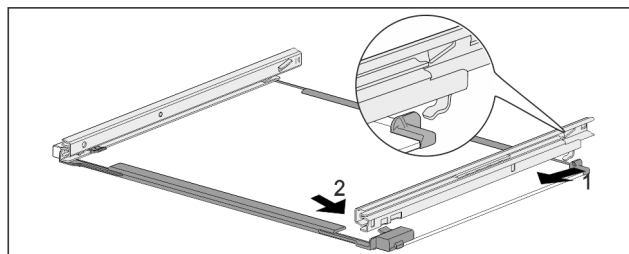

Fig. 242 Tablette en verre avec rails
- Accrocher le rail à l'arrière. Fig. 242 (1)
- Accrocher le rail à l'avant. Fig. 242 (2)